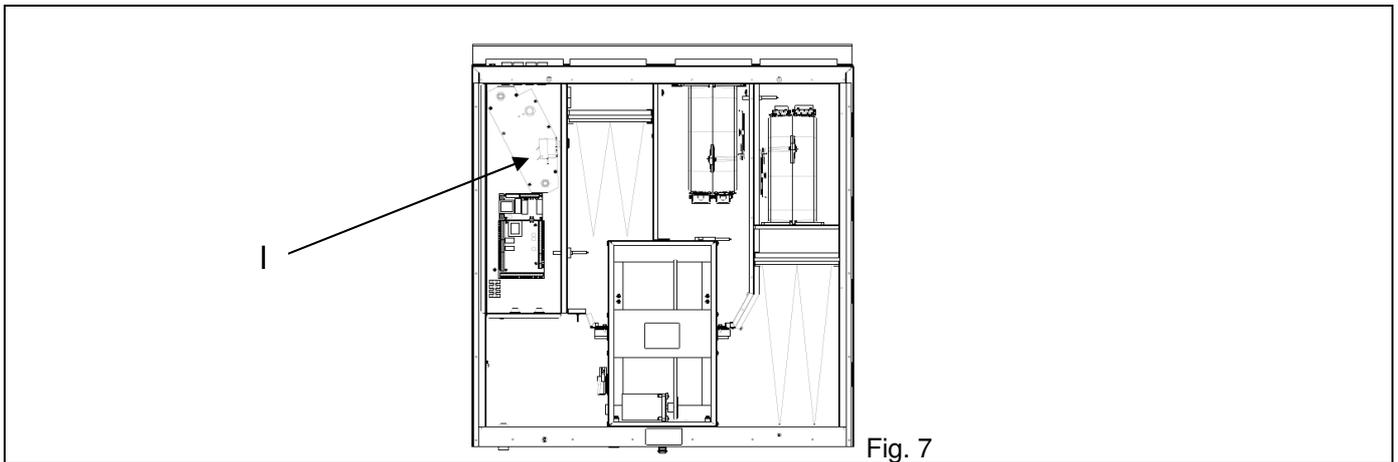

Fig. 7
### **D** FEHLERSUCHE (Fig. 7)
### **GB** TROUBLESHOOTING (Fig. 7)
- b) Prüfen Sie, ob der Brandschutzthermostat ausgelöst hat. Wenn ja drücken Sie Taste "I" im Gerät (fig 7).
- Em T J = Nachheizregister durch Brandschutzthermostatausgeschaltet. (reset siehe fig.7)
- b) Check if fire thermostat is still alert. If necessary, reset by pressing the red button "I" in the unit (fig 7).
- Em T Y = Re-heater switched off by emergency thermostat (for reset, see fig. 7)